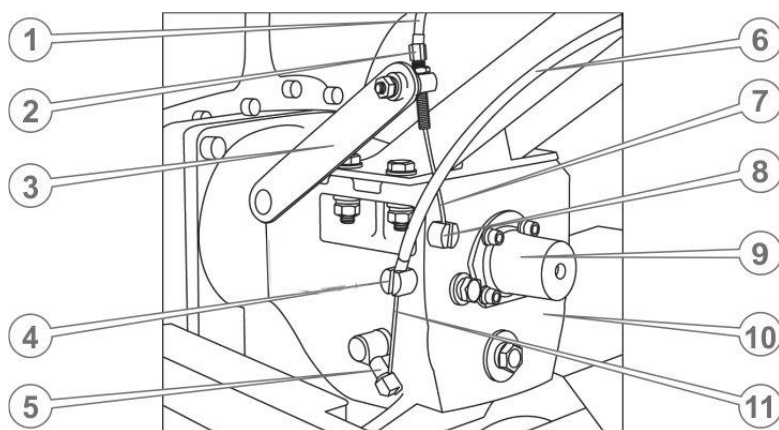

Рис. 4.6.
27. Подсоединить трос управления сцеплением, идущий от рычага на левой рукоятке руля. Для этого вставить рубашку троса в гнездо головки регулировочного винта рукоятки до упора, завернуть до упора длинный регулировочный болт на конце рычага сцепления (см. рис. 4.6.), вставить трос в отверстие этого регулировочного болта и завести наконечник троса в паз фиксатора, после чего выкрутить регулировочный болт до возникновения натяжения троса.
28. Подсоединить трос включения заднего хода, идущий от рычага на правой рукоятке руля. Для этого вставить рубашку троса в гнездо головки регулировочного винта рукоятки до упора, продеть трос в паз опоры (см. рис. 4.6.), преодолевая усилие пружины